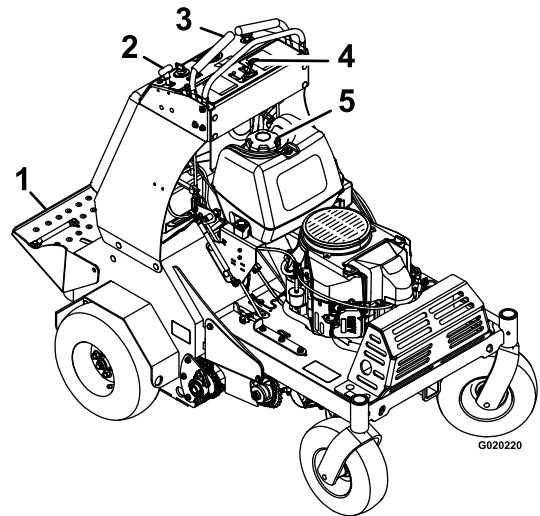

**Figura 8**
10. Retire y guarde el pasador, la chaveta y el tope del cilindro, según se muestra en Figura 8.